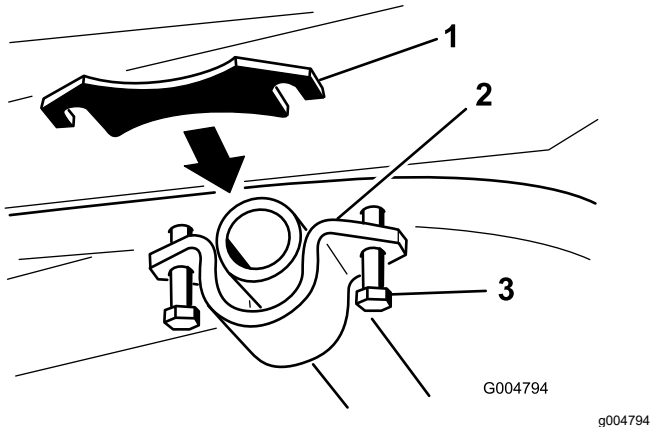

Bild 22
- Lösen Sie die Schrauben, mit denen die Schwenkrohrhalterung befestigt ist, um einen Abstand zwischen dem Rahmen und der Schwenkrohrhalterung zu erhalten (Bild 22).